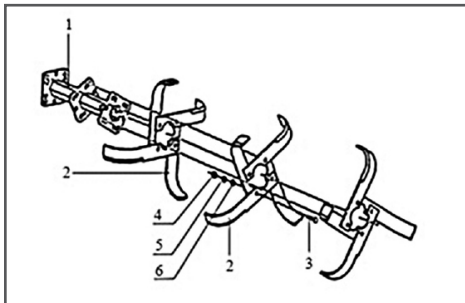

Рис.7 Сборка фрез
- Установите ножи фрез на кронштейны осей фрез (ножи должны быть установлены лезвием по ходу культивации) Рис. 7.